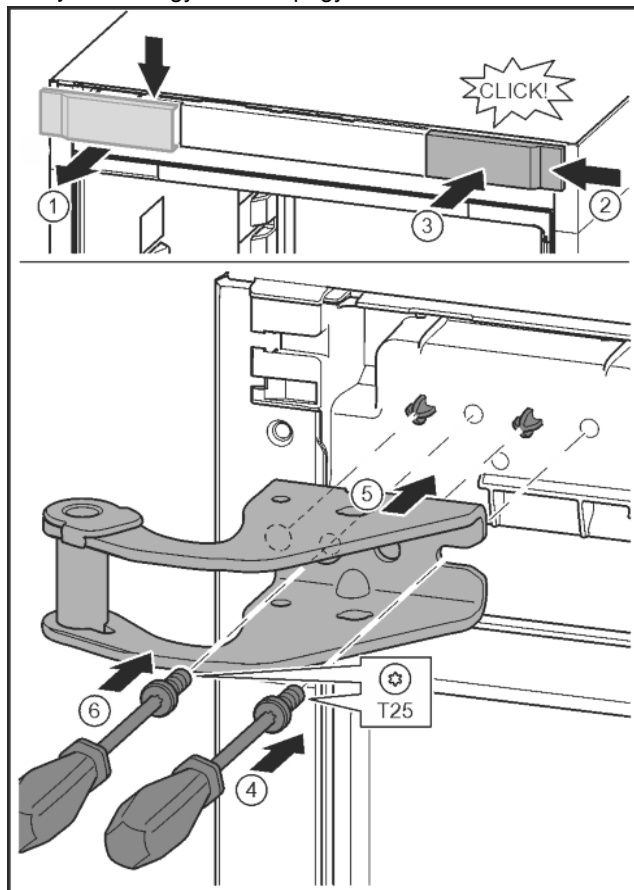

Fig. 12
- ▶ Oldja ki a fedelet, és oldalt vegye le. Fig. 12 (1)
- ▶ A fedelet 180°-kal elfordítva akassza be a másik oldalra jobbról. Fig. 12 (2)
- ▶ Pattintsa be a fedelet. Fig. 12 (3)
- ▶ T25 csavarhúzóval helyezze fel a csavarokat. Fig. 12 (4)
- ▶ Helyezze fel a felső csapágybakot. Fig. 12 (5)
- ▶ Húzza meg a csavart. Fig. 12 (4)
- ▶ A T25 csavarhúzóval helyezze be és húzza meg a csavart. Fig. 12 (6)